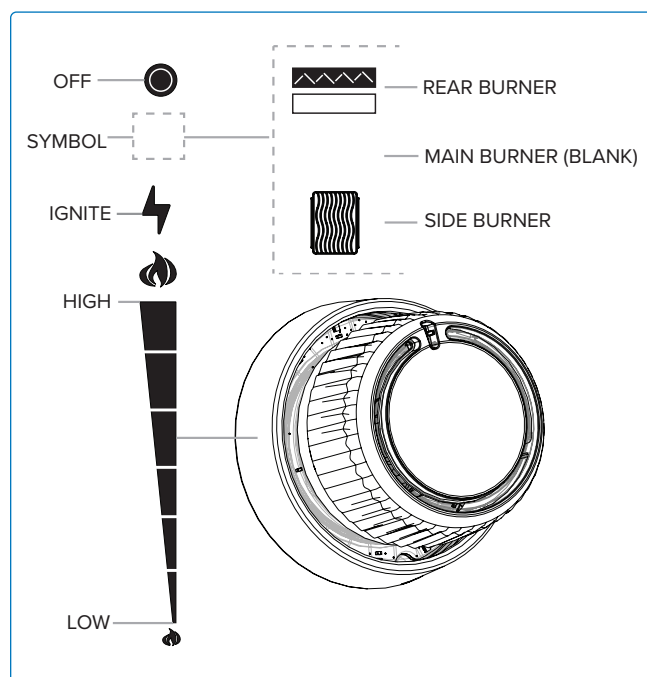

Fig. 7
2. Premere e ruotare una manopola del bruciatore principale in senso antiorario fino a ALTO finché la spia e il bruciatore si accendono, quindi rilasciare (**Fig. 6A & Fig. 7**).
3. Premere e ruotare lentamente la manopola del bruciatore posteriore in senso antiorario fino alla posizione ALTA (**Fig. 6D & Fig. 7**).
4. Se il bruciatore non si accende entro 5 secondi, ruotare la manopola di controllo del bruciatore in senso orario sulla posizione OFF. Attendere 5 minuti. Ripetere i passaggi 2 e 3. **(Fig. 6E & Fig. 7).**